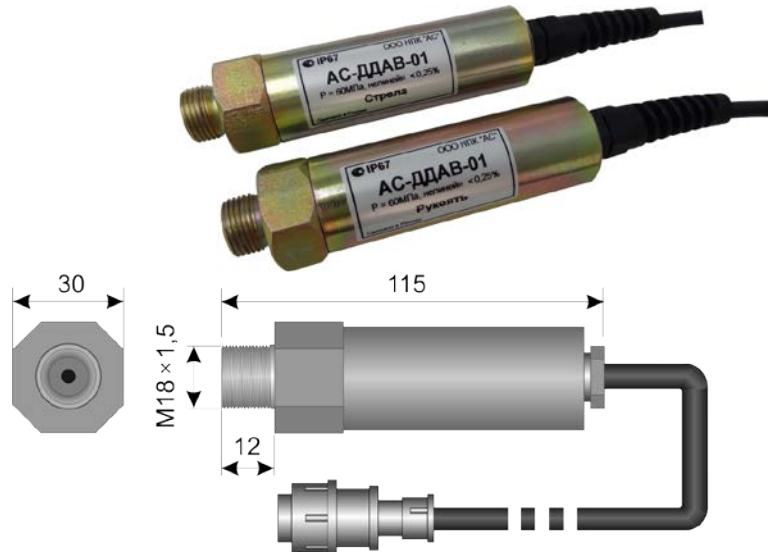
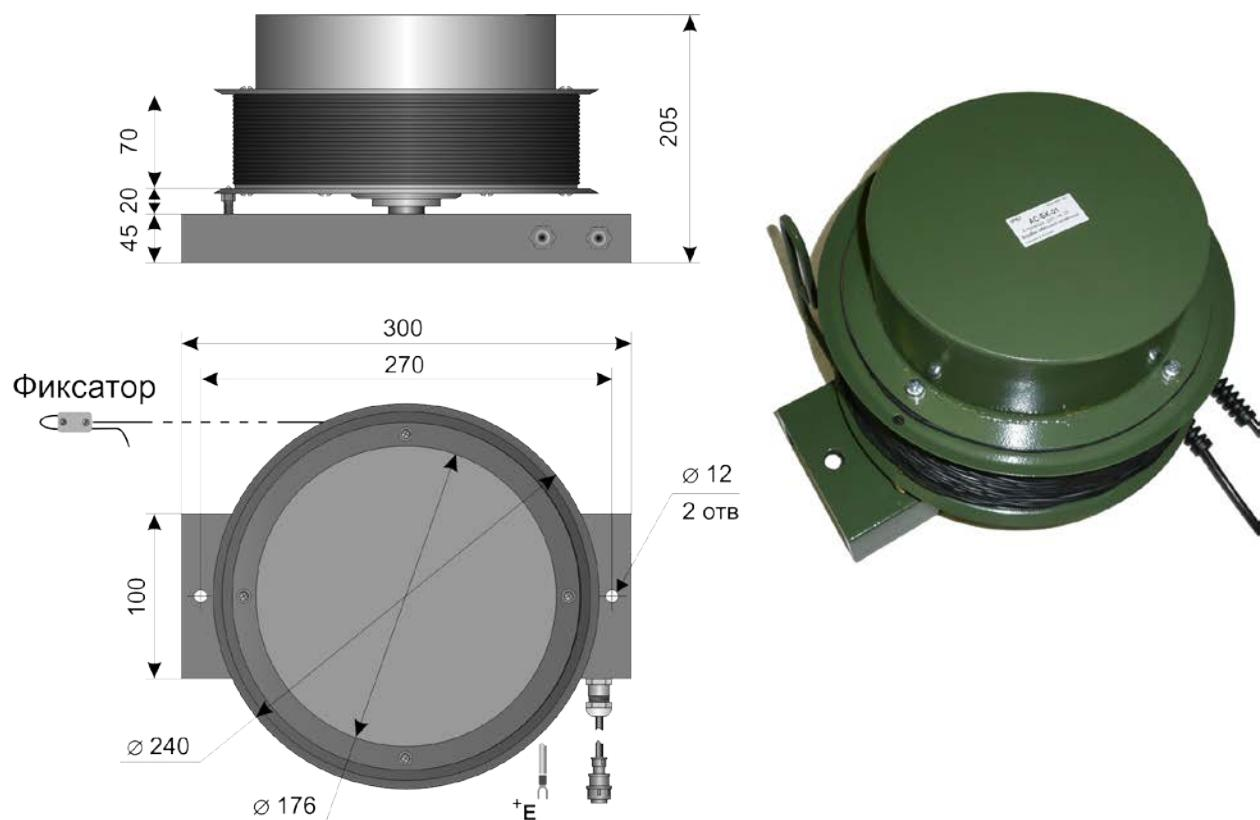

Рис. 2
Рис. 3
6.4.2. Для функционирования АОГ к его входам должны быть подключены датчики давления в поршневых полостях гидроцилиндров подъема стрелы и рукояти, рис.2, и посредством кабельного барабана рис.3 – концевой выключатель ограничителя подъема крюка.
6.5. Датчик давления, рис.2, представляет собой прибор, преобразующий величину давления в электрический сигнал. В данной модификации АОГ используется два датчика давления: один - измеряющий давление в поршневой полости гидроцилиндра подъема стрелы, а второй - в поршневой полости гидроцилиндра подъёма рукояти.
П1.5. Нажать кнопку 8 "Блокировка". Прозвучит звуковой сигнал, произойдет заполнение верхней шкалы 4 "Стрела", рис.2 и система перейдет в режим настройки рукояти, Рис.3. Мигают индикаторы 1,2,3, заполнены зеленые сегменты шкалы 4 "Стрела", горит 1 сегмент на шкале 4 "Рукоять".